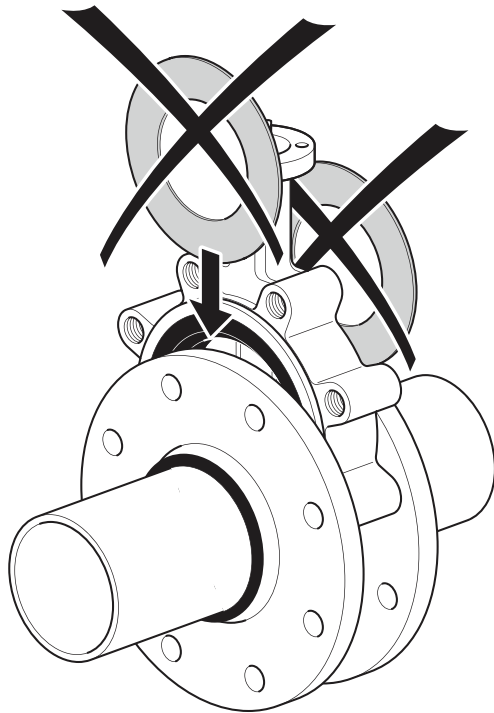

Fig. 23.
- N'utilisez PAS de joints de bride sur les vannes papillon de série VR. (Fig. 23)
- N'utilisez pas des joints de bride (Fig. 23)